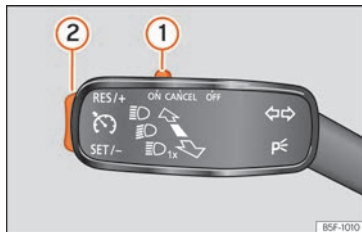

Fig. 222 Sulla leva degli indicatori di direzione: comandi per la gestione del GRA.
- Spostare il comando »»» **fig. 222 ①** su **ON**.
- Premere il pulsante »»» **fig. 222 ②** nella zona **SET/-**.
- Spostare il comando »»» **fig. 222 ①** su **CANCEL** o premere il freno.
- Premere il pulsante »»» **fig. 222 ②** nella zona **RES/+**.
Mentre il GRA viene impostato, la velocità memorizzata può essere regolata usando il tasto »»» **fig. 222 ②**:
- Per aumentare a passi di 1 km / h [1 mph], premere brevemente il pulsante »»» **fig. 222 ②** nella zona **RES/+**.
- Per aumentare continuamente la velocità, premere e tenere premuto il pulsante »» fig. 222 ② nella zona **RES/+**.
- Per ridurre a passi di 1 km / h (1 mph), premere brevemente il pulsante »» fig. 222 ② nella zona **SET/-**.
- Per ridurre continuamente la velocità, premere e tenere premuto il pulsante »» fig. 222 ② nella zona **SET/-**.
- Spostare il comando »» fig. 222 ① su **OFF**.